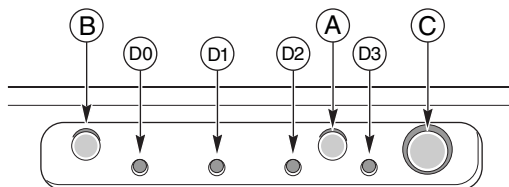

Figura 2 Controles e indicadores del panel frontal
Los controles e indicadores frontales siguientes se muestran en la Figura 2.
6. Si el servidor no se enciende cuando se conecta al tomacorriente de CA, presione el botón de encendido/apagado del panel frontal (véase la Figura 2 en la página 58).
7. Compruebe que el indicador LED de alimentación principal del panel frontal esté encendido (véase la Figura 2 en la página 58). Después de algunos segundos, comienza la Autopruueba de encendido (POST).
6. Si desea realizar la inicialización desde un disco duro con un sistema operativo cargado, compruebe que el disco duro se encuentre instalado y presione el botón de restablecimiento del panel frontal. Véase la Figura 2 en la página 58.